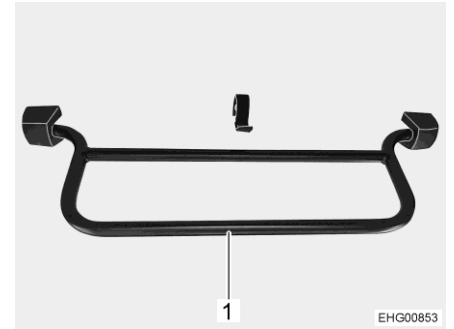

Fig. 36 Estribo, techo abatible en la parte trasera (C 530)
- Tirar el techo abatible hacia abajo por el estribo (Fig. 36,1).